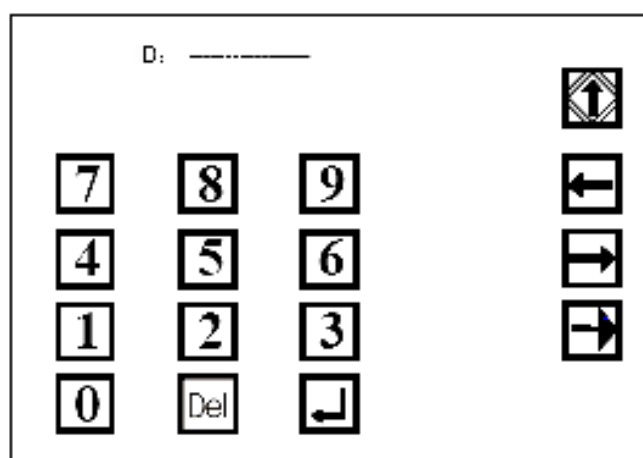

Рис. 3-3
3.3.1.3 Номер идентификатора (ID)
Идентификатор будет включен в распечатку результатов теста. Идентификатор можно ввести как при сканировании штрих-кода, (сканер присоединен через последовательный порт RS-232), так и с помощью касания экрана. В главном меню (рис. 3-1) коснитесь кнопки  перед знаком **ИДЕНТИФИКАТОР (ID)**, и на экране появится следующая информация (рис. 3-3):